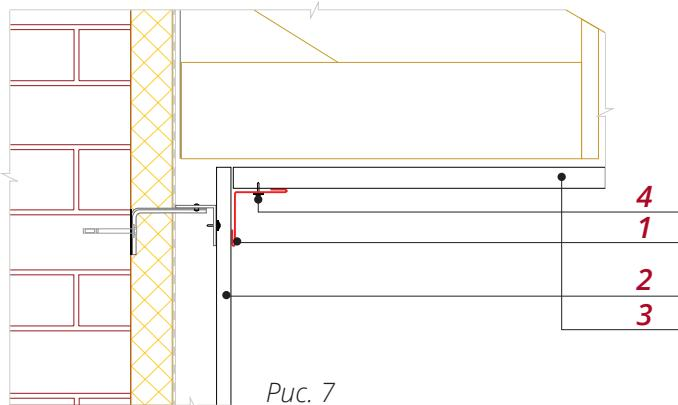

Рис. 7
4. Если требования к внешнему виду объекта не требуют скрыть крепеж, для отделки верхней части фасада используйте Планку угла внутреннего 50*50 (рис.7). Монтируйте планку после монтажа панелей.